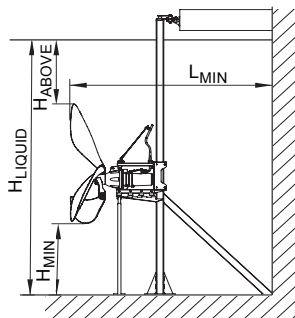

Рис. 4 Схема размещения образвателей потока
- Расстояние между краем лопасти пропеллера и дном резервуара, H_{MIN} на рис. 4, должно составлять 50 см.
- Расстояние от края лопасти пропеллера до поверхности жидкости, H_{ABOVE} на рис. 4, должно составлять не менее 0,75 диаметра пропеллера.
- Расстояние между краем лопасти пропеллера и стенкой позади образователя потока, L_{MIN} на рис. 4, должно составлять не менее двух диаметров пропеллера.